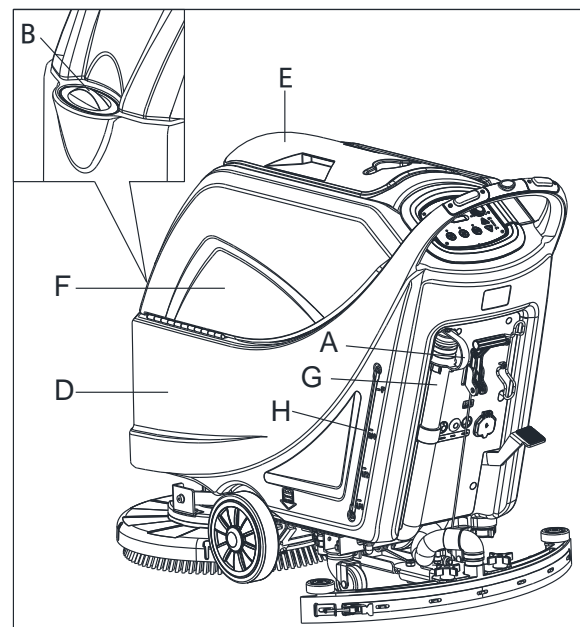

Figure 7
1. Ouvrir le couvercle d'entrée d'eau (B, Figure 7).